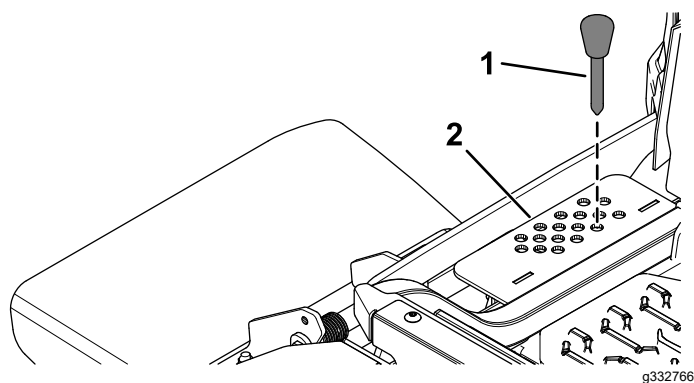

Figura 2
9. Retire el pasador de altura de corte del soporte de altura de corte (Figura 2).